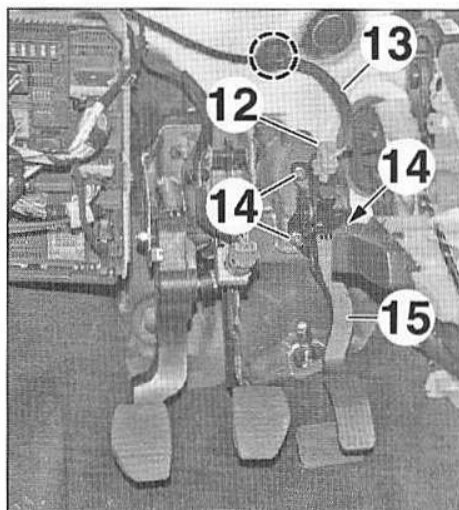

FIG.12
- Débrancher le connecteur (12) (Fig.12).
- Dégrafer le faisceau (13).
- les écrous (14),
- la pédale d'accélérateur (15).